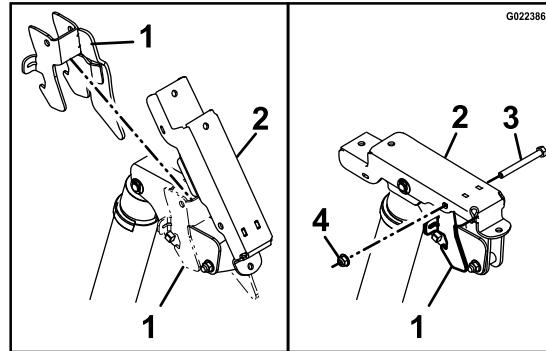

Figura 6
6. Levante el soporte de elevación de la tolva y coloque el conjunto de enganche de la tolva sobre el conjunto del acoplamiento del actuador (Figura 6).
8. Alinee los taladros del conjunto de enganche de la tolva con el soporte de elevación de la tolva, y sujetélo con un tornillo de cabeza hexagonal (5/16 x 3 pulgadas) y una tuerca nyloc con arandela prensada (5/16 pulgada), según se muestra en Figura 6.